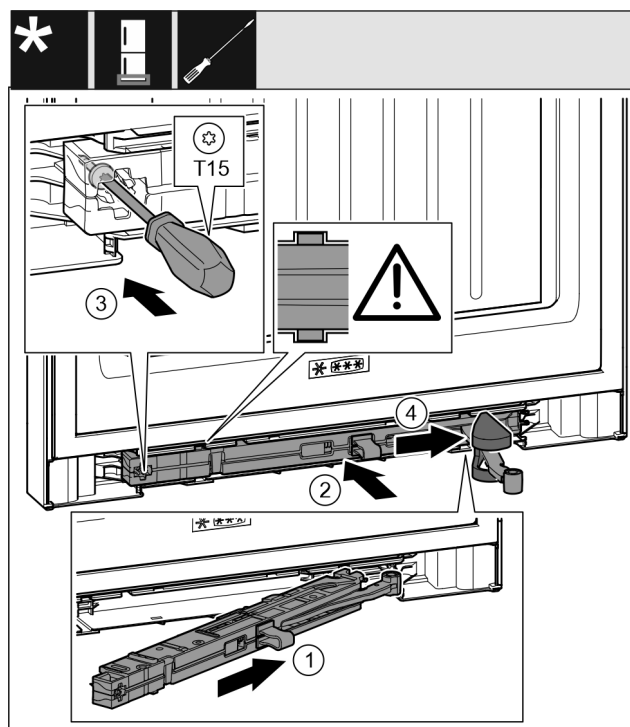

Fig. 68
- ▶ Tolja be ferdén, ütközésig a záráscsillapító egységet Fig. 68 (1) a mélyedésbe a csapágýbak felőli oldalra.
- ▶ Tolja be teljesen a mélyedésbe a záráscsillapító egységet Fig. 68 (2).
- ▶ Húzza meg a csavart Fig. 68 (3) csavarhúzóval.
- ▶ Tolja rá a csuklóra a fedelet Fig. 68 (4).